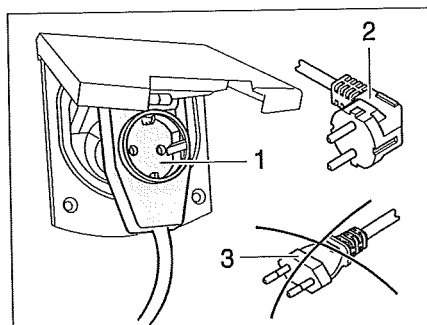

Bild 90 Anslutning till en vinkelkontakt med uttag
- ▶ Om en CEE 17 vinkelkoppling med uttag på baksidan (Bild 90,1) används, ska endast en gummierad och förseglad IP 44-kontakt med jordad kontakt (Bild 90,2) användas. Använd inte någon kontakt utan jordad kontakt (Bild 90,3). Risk för strömstötar!